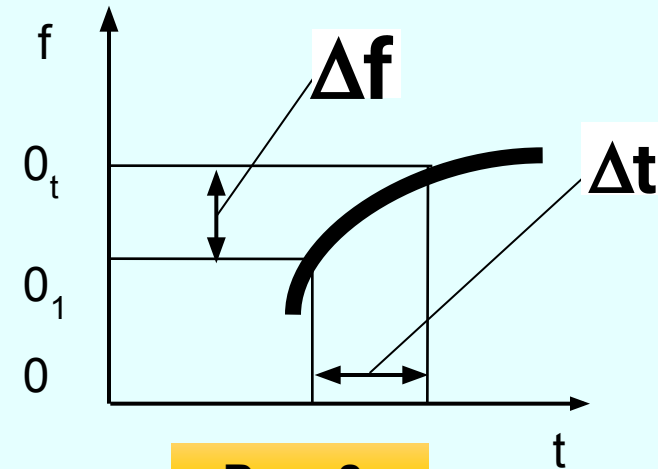

Рис. 8.
3. СТАБІЛЬНІСТЬ ЧАСТОТИ ГЕНЕРАТОРА - здатність генератора зберігати відтворене значення частоти на протязі деякого оговореного часу при незмінних інших умовах, рис.8.